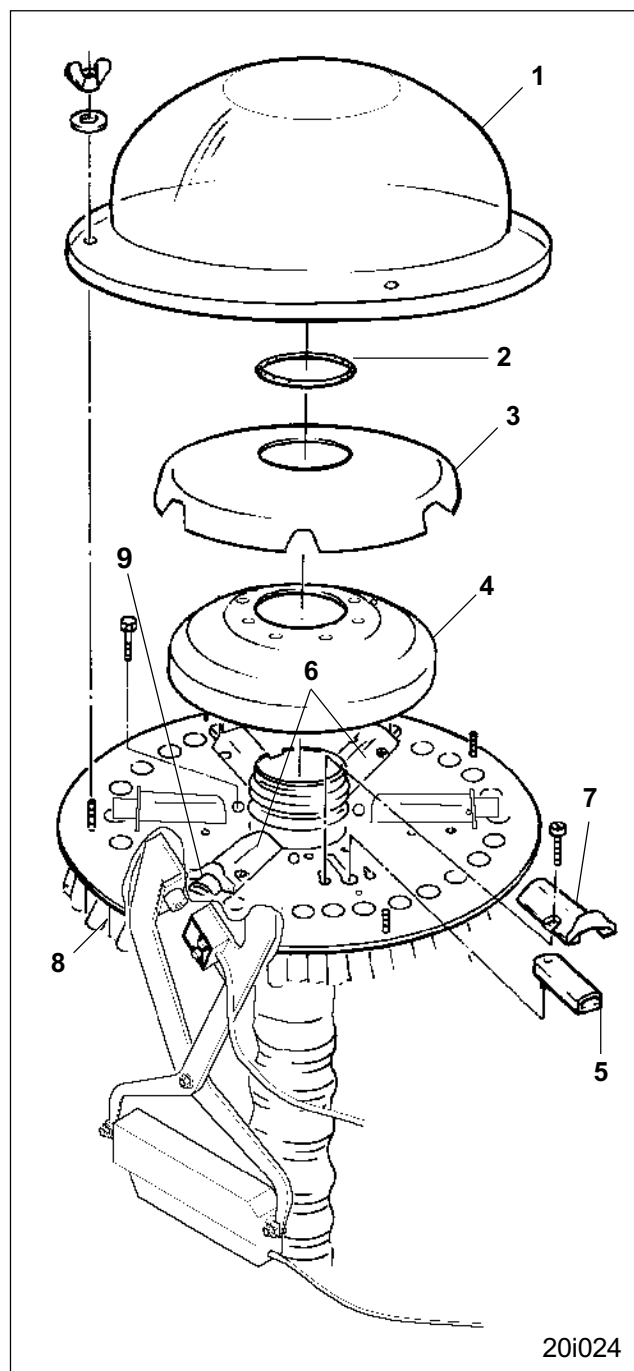

Fig. 26.13
При поставке машины переключение технологической колеи установлено на ширину колеи Вашего трактора-пропашника. Если, например, в результате покупки нового трактора-пропашника имеется необходимость установить систему переключения технологической колеи на ширину колеи нового трактора, семяпроводы (Рис. 26.13/8) необходимо поменять между собой в распределительной головке. При этом необходимо учитывать, чтобы сошники технологической колеи крепились на тех выпускных отверстиях, которые могут закрываться при помощи заслонок (Рис. 26.13/9).
- Демонтируйте внешнюю крышку распределителя (Рис. 26.13/1) кольцо круглого сечения (Рис. 26.13/2) внутреннюю крышку распределителя (Рис. 26.13/3) и пенопластовую вставку (Рис. 26.13/4).
Имеется возможность устанавливать до 6 заслонок. Подвезаслонки (Рис. 26.13/6) должны монтироваться на монтажной пластине. Для монтажа и демонтажа заслонки (Рис. 26.13/5) необходимо убрать шахту для заслонок (Рис. 26.13/7).